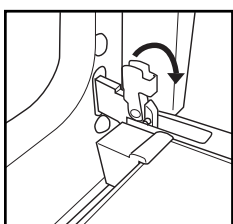

Fig. 1
- Løft de to låse på hængslerne, og skub dem fremad så langt som muligt (Fig. 1).